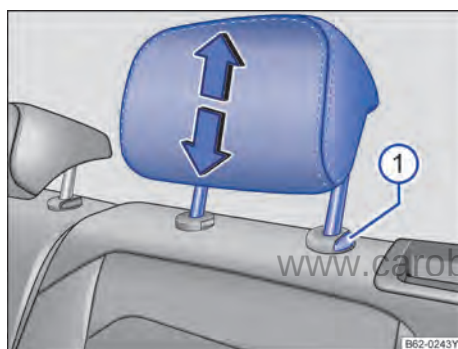

图 60 调整后排头枕
- 按住按钮→图 60①，同时沿箭头方向上推或下压头枕即可将头枕调整至合适高度→▲，在**拆卸和安装头枕**中，见第 59 页。